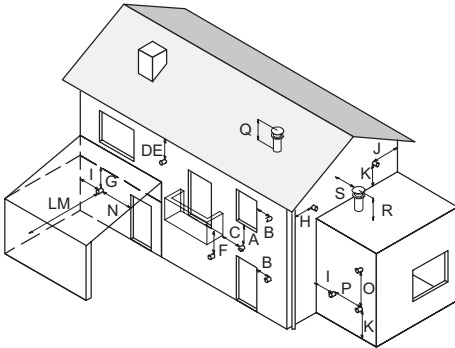

Fig. 5.21
- rispettare le distanze minime di Fig. 5.21 ed eventuali norme nazionali e locali vigenti.